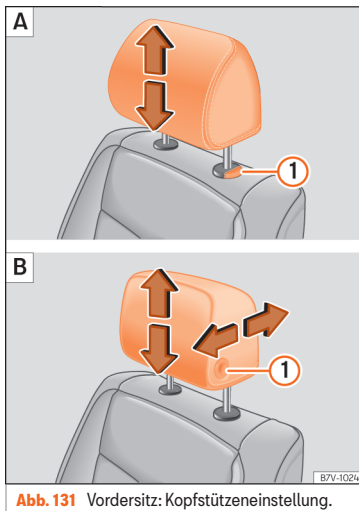
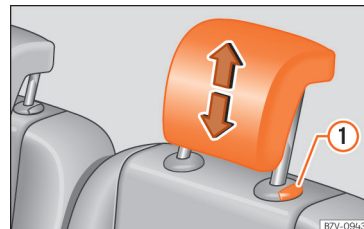

Abb. 131 Vordersitz: Kopfstützeinstellung.
Abb. 132 Kopfstützeinstellung der zweiten der dritten Sitzreihe.
- Schieben Sie die Kopfstützen in die entsprechende Pfeilrichtung nach unten oder oben. Um die vorderen Kopfstützen nach oben oder nach unten zu schieben, muss die Taste » Abb. 131 (1) gedrückt werden; bei den hinteren Kopfstützen muss die Taste » Abb. 132 (1) nur zum Absenken gedrückt werden » ⚠ in Einleitung zum Thema auf Seite 144.
- Schieben Sie die Kopfstützen bei gedrückter Taste » Abb. 131 (1) B in der entsprechenden Pfeilrichtung nach vorn oder hinten.